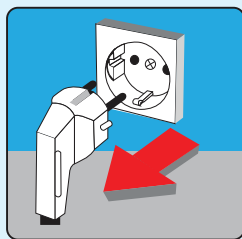

РИСУНОК 18
- Отключите устройство от сети (Рисунок 18)